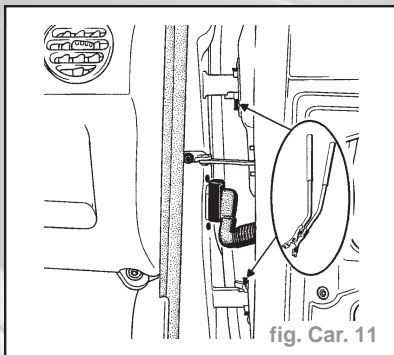

fig. Car. 11
- Extraire les axes de charnières de porte à l'aide de l'outil Car. 1415 (fig. Car. 11).